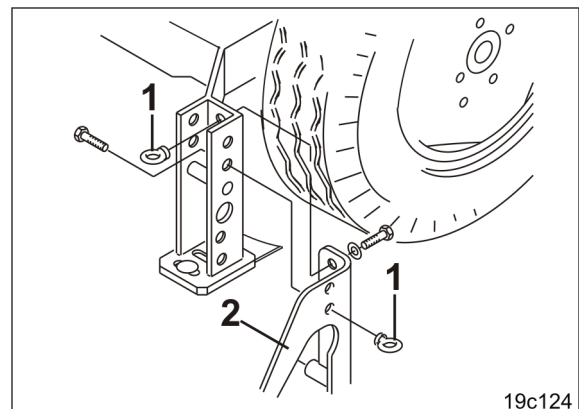

Рис. 183
- 1.1 Послабте дві рим-гайки (Рис. 183/1).
- 1.2 Зніміть слідорозпушувач (Рис. 183/2).